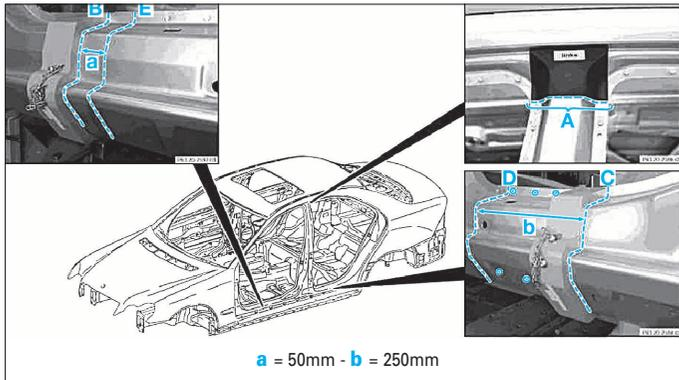

FIG. 58
- Tracer les lignes de coupes (A), (B), (C), (D) et (E) (Fig.58).
- complètement le montant central suivant la ligne de coupe (A) (Fig.58).
- le bas de caisse suivant la ligne de coupe (B).